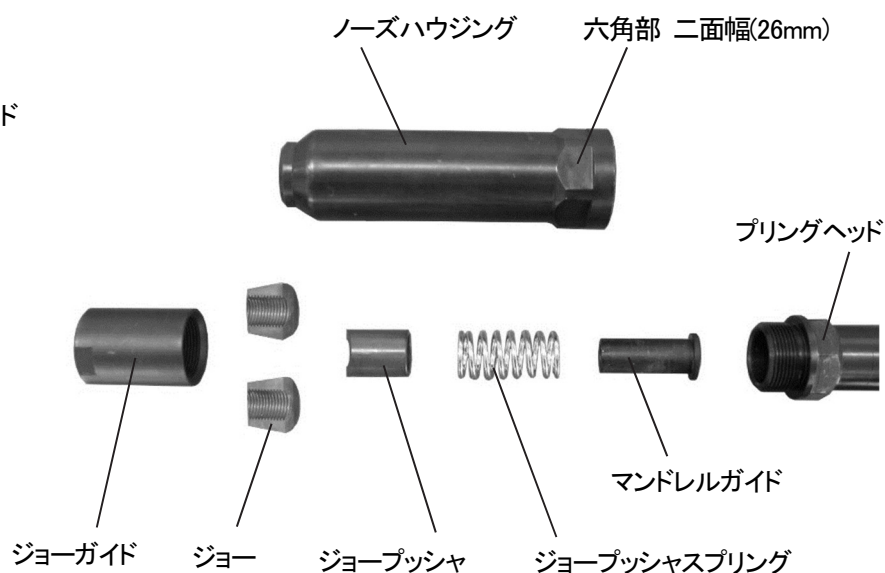

図 7-2
- 4) この時、外れてくるパーツを(図 7-2)に示します。これらのパーツ及びノーズハウジング・プリングヘッドの内部をブラシなど使い、脱脂洗浄剤等で掃除・洗浄します。